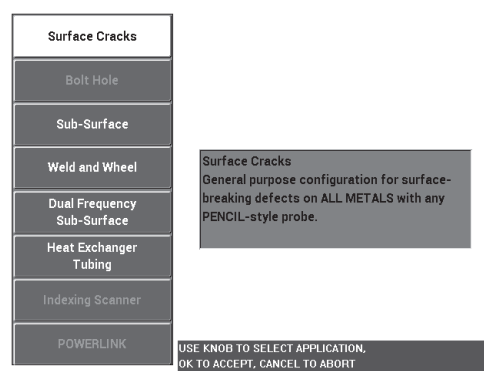

Abbildung 5-2 Anwendung für Risse an Oberflächen
2. Drücken Sie die Menütaste ADV SETUP () und dann die Funktionstaste A für **ANW WÄHLEN**, um das Anwendungsmenü zu öffnen. Wählen Sie mit dem Drehknopf **Risse an Oberflächen** aus und drücken Sie die Bestätigungstaste (), um die Auswahl zu bestätigen (siehe Abbildung 5-2 auf Seite 135).